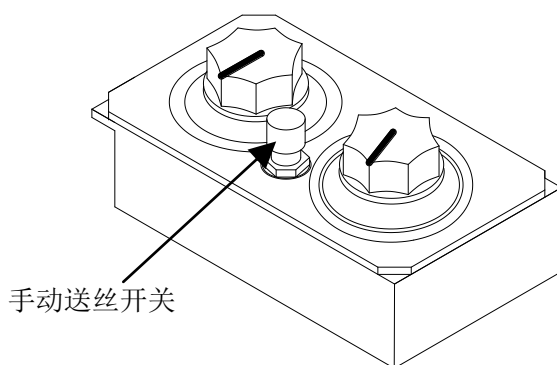

图7 手动送丝开关示意图
□第七步：按下送丝机控制盒的“手动送丝”按钮，并调整“焊接电流调节旋钮”使送丝速度合适，直至焊枪枪头处露出 15---20 毫米焊丝时松开。（手动送丝开关如图 7 所示）。